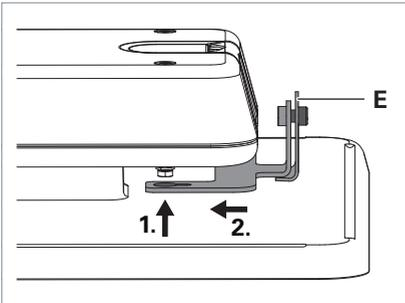

Fig. 10: Asennuskulman ripustus valaisimeen.
- ▶ Ripusta asennuskulma **E** valaisimeen, katso Fig. 10.